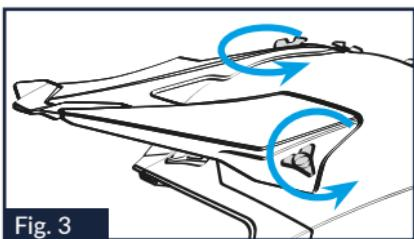

Fig. 3
- Tira la linguetta rossa di apertura rapida fino ad allentare completamente il nastro e senza sfilarlo dagli anelli (vedi Fig. 3).
- Tira la linguetta rossa di apertura rapida fino ad allentare completamente il nastro senza sfilarlo dagli anelli (vedi Fig. 3).
1.1. Allentare il serraggio del nottolo filettato centrale superiore "A" facendolo ruotare in senso antiorario (Fig.3).
1.3. Bloccare il frontino nella posizione desiderata serrando il nottolo filettato centrale superiore "A"; controllare che anche i nottololi laterali "B" non si siano allenati (Fig.3).
in modo che le estremità laterali del frontino si stacchino dalla calotta del casco (Fig.3). Fare attenzione a non perdere i due convogliatori d'aria posizionati tra il frontino e la calotta (Fig.2B).
3.2. Svitare completamente il nottolo filettato centrale superiore "A" facendolo ruotare in senso antiorario (Fig.3). Staccare poi il frontino dal casco avendo cura di non perdere la guarnizione del nottolo filettato centrale superiore "A" posizionata tra il frontino stesso e la calotta (Fig.2B).
4.1. Posizionare la guarnizione del nottolo centrale superiore "A" in corrispondenza del foro filettato e appoggiare il frontino sulla calotta; inserire poi il nottolo filettato centrale superiore "A" nel foro stesso ed avitarlo facendolo ruotare in senso orario senza serrarlo completamente (Fig.3).
4.2. Inserire il nottolo laterale sinistro "B" nella corrispondente sede sulla calotta e avitarlo completamente (Fig.3). Ripetere poi l'operazione sull'altro lato del casco.